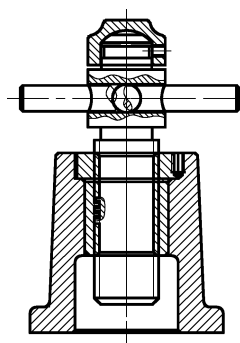

图 11-57 移动绞杆示例
3) 选择“修改”面板→“移动”命令，选择绞杆的视图，沿轴线指定基准，利用捕捉“交点”的功能，选择螺杆圆孔轴线的目标点，按〈Enter〉键，结束“移动”命令，执行结果如图 11-57 所示。